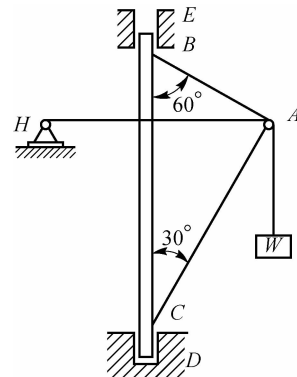

图 1-3
2. 如图 1-3 所示,起重机架 ABC 在铰链 A 处装有滑轮,由绞车 H 引出的钢索经过滑轮 A 起吊重量 $W=20 \text{ kN}$ 的物体,滑轮的尺寸忽略不计,试求杆 AB 和 AC 所受的力。